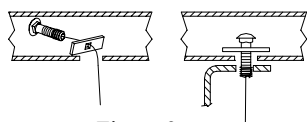

Figure 3.
①	Qty. (6)	Hex Bolt M12	⑤	Qty. (2)	Block 1-1/2 X 2 (Small Block)
②	Qty. (8)	Conical Washer	⑥	Qty. (2)	Block 1-1/2 X 3 (Large Block)
③	Qty. (4)	Carriage Bolt 1/2-13	⑦	Qty. (2)	Pull Wire
④	Qty. (4)	Hex Nut 1/2-13
3. Feed the carriage bolt and large block thru slots on bottom of frame rails using the pull wire, as shown Figure 3
①	Qté (6)	Boulon hexagonal M12	⑤	Qté (2)	Bloc 1-1/2 X 2 (petit)
②	Qté (8)	Rondelle conique	⑥	Qté (2)	Bloc 1-1/2 X 3 (grand)
③	Qté (4)	Boulon de carrosserie 1/2-13	⑦	Qté (2)	Fil de tirage
④	Qté (4)	Écrou hexagonal 1/2-13
3. À l'aide d'un fil de tirage, insérer un boulon de carrosserie et un grand bloc à travers les fentes dans le bas des longerons de châssis, tel qu'illustré à la **figure 3**.